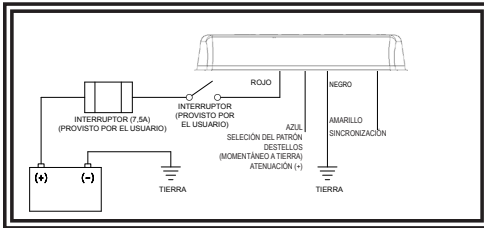

Figura 3
5. Conecte los cables de alimentación como se indica en la sección de cableado (vea la figura 3).
El cableado de la Minibar de montaje permanente es el que se muestra en la figura 3. Todo el cableado debe ser como mínimo 18 AWG. La línea positiva debe tener un fusible de 7.5 amperes, según se indica. Se puede utilizar un interruptor para controlar la función de encendido-apagado.